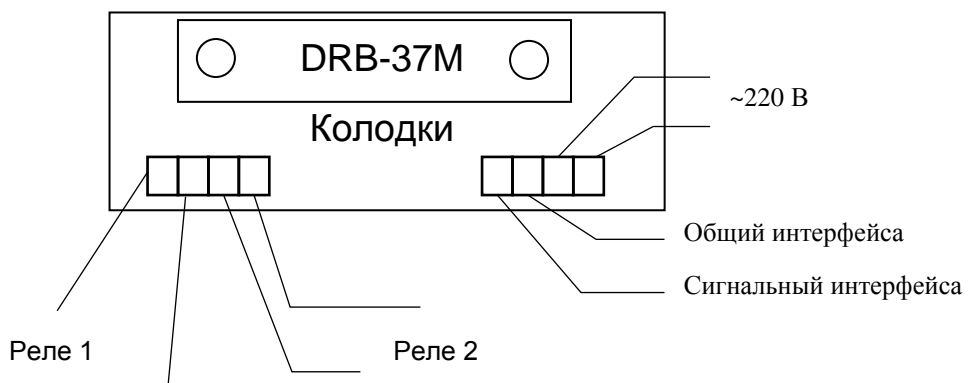

Рис.1
На верхней строке индикатора отобразится надпись "UrEF", на нижней – "Corr". В этом режиме производится коррекция внутреннего источника опорного напряжения (ИОН), для этого необходимо установить на всех каналах тип датчика 4 (ХА) или 5 (ХК) и параметр «заземленность» термопары для всех каналов установить в «1», на все каналы от источника калиброванного напряжения подать напряжение $V=48.452$ мВ (схема подключения как термопара: "минус" подключить к GND, "плюс" – к Udi-, где $i=1, 2..10$, см. рис. 1) и подождать 30 секунд.
5.6.2.1 Подключить к поверяемому ИТ сетевое питание и магазин сопротивлений, имитирующий первичные датчики. Входы всех используемых каналов измерения должны быть подключены параллельно друг другу, неиспользуемые входы должны быть заглушены согласно рис. 1. Определить установленный при настройке прибора тип термодатчика. Выставить на магазине сопротивлений величину, равную сопротивлению термодатчиков в 0 °С. Перевести ИТ в режим автоперебора каналов. Если в процессе перебора каналов не возникает сообщений об ошибках, то прибор работоспособен.
6.2 Электрические соединения с сетью, датчиками температуры осуществляется через клеммные колодки и разъемы DRB37M, расположенные на задней панели прибора (см рис. 1).
Рис. 1а Габаритные размеры
Рис. 1б Вырез в щите